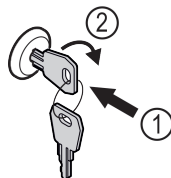

Fig. 206
► Klíč zasuňte dovnitř. Fig. 206 (1)
► Otáčejte klíčem o 90° ve směru hodinových ručiček. Fig. 206 (2)